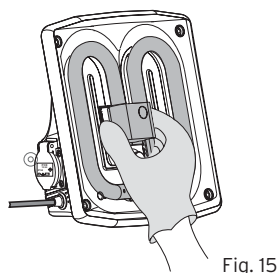

Fig. 15
5.1.3 Para extraer la bombilla usada, agarre el bloque central de la bombilla y tire hacia fuera. (Fig. 15).